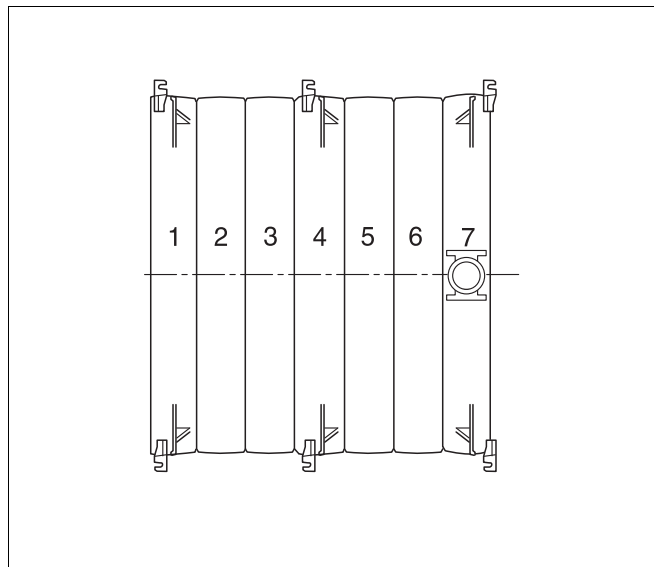
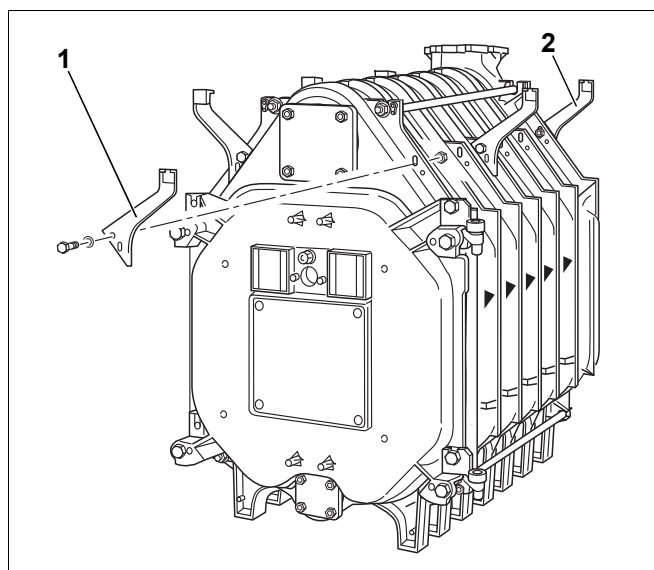

Рис. 35 Вид сверху: котловой блок из 7 секций с кронштейнами
Рис. 36 Установка кронштейнов
- ▶ Слегка закрепите болтами кронштейны для облицовки котла слева и справа к верхним ребрам секций котла в соответствии с приведённой ниже таблицей, а также с рис. 35 и рис. 36.
- ▶ Закрепите кронштейны на задней секции (рис. 36, [2]) к рёбрам сзади.
- ▶ Кронштейны передней и средней секций (рис. 36, [1]) крепите только спереди.